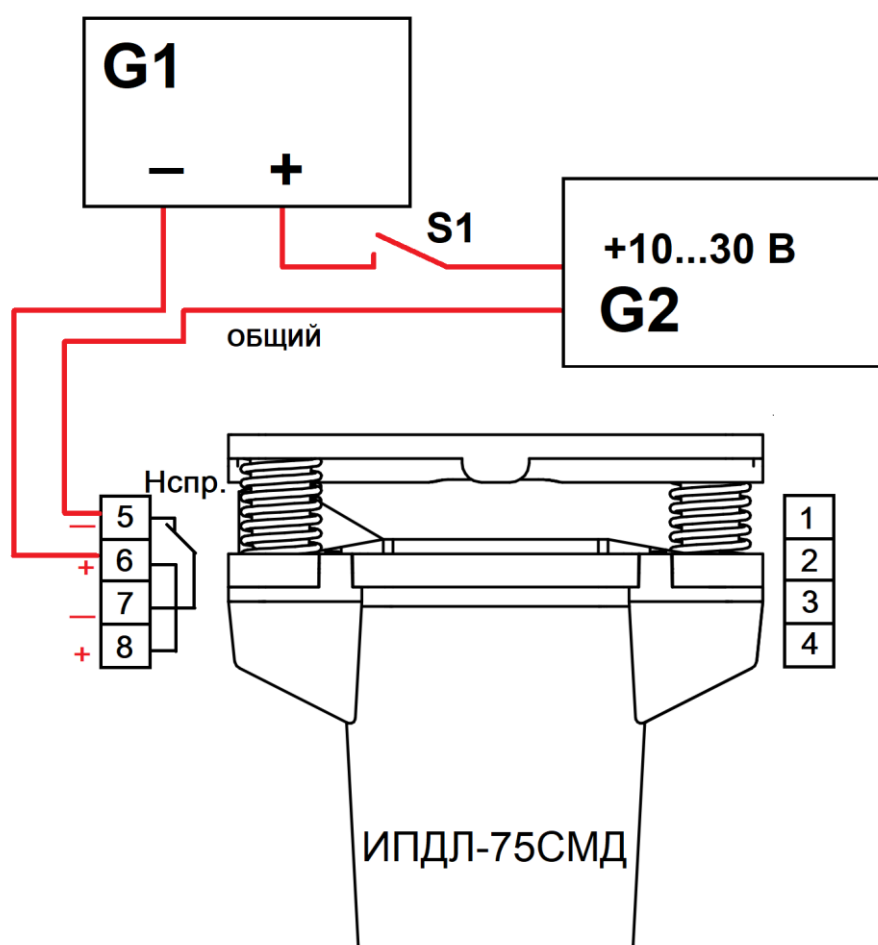

Рисунок 6
3.5.3 Если имеется возможность, то разместите приёмо-передатчик и рефлектор-отражатель напротив друг друга на расстоянии не менее 8 м. Для варианта поставки до 80 м, 100 м и до 120 м необходимо перекрыть 3/4 поверхности стандартного рефлектора или использовать один из четырёх отражающих элементов рефлектора, демонтировав его в соответствии п. 3.6.2 и рис. 6.